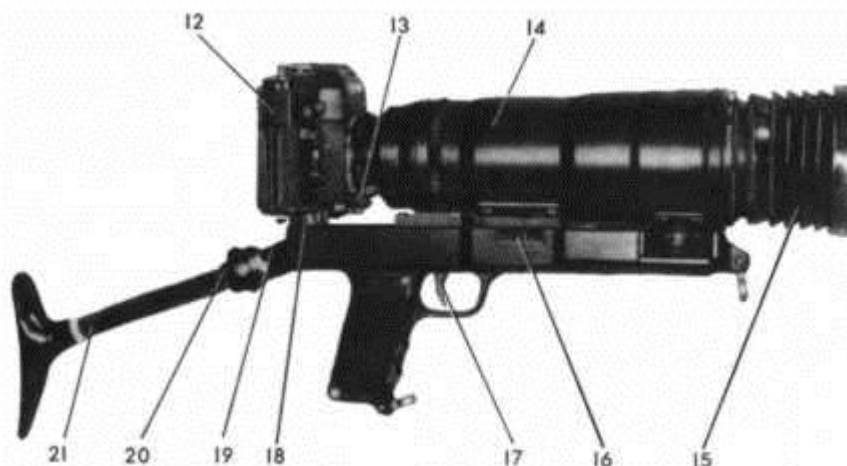

Рис. 4.2
2.6.2. **БЛЕНДА** крепится в переднюю резьбу оправы объектива или светофильтра и применяется при фотографировании для защиты от попадания в объектив бокового света (рис. 4.2). Присоединительная резьба бленды М72×0,75.